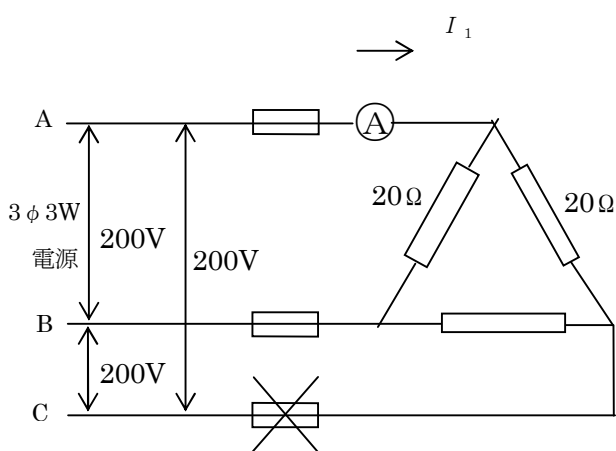

図14-6-1
1線断線という現象に対しては、断線した線には電流が流れないのでその線を図から消すと図14-6-1が図14-6-2の様に書き替えられる。
① 図14-6-1から I_1 を計算する。
- ① 図14-6-1から